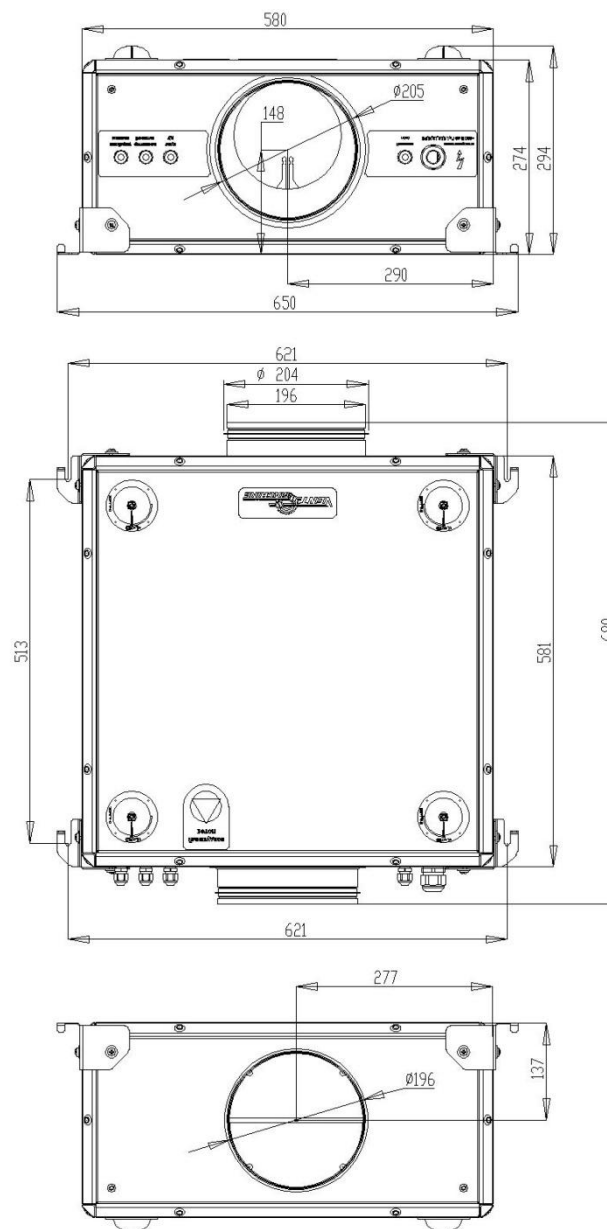

Рис. 2
Внутри корпуса находится основной съёмный блок (2), включающий в себя центробежный вентилятор, керамические нагреватели, плату контроллера управления, плату управления нагревателями, температурный и пожарные датчики. Внутри корпуса также установлены: кассета с пылевым фильтром (3), клапан воздушный (4), электропривод воздушного клапана (5), кнопка аварийного (технологического) отключения (6), дифференциальный датчик давления (7). По ребрам корпуса предусмотрены элементы крепления установки под винты М6. Крепить установку можно также с помощью специальных кронштейнов (8). Под основным съёмным блоком (2) установлены клеммные колодки для внешних подключений. Габаритные размеры установки приведены на рис. 2.